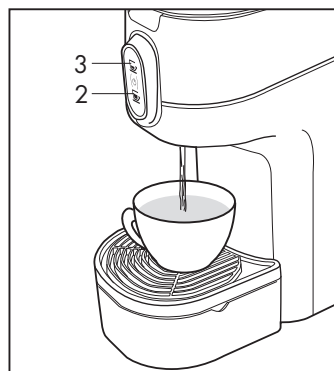

Fig.5
- Los símbolos (2-3) parpadearán hasta alcanzar la temperatura; cuando los símbolos (2-3) se iluminan de modo fijo, la máquina está lista para el uso. Coloque una taza en la rejilla, luego pulse los símbolos para dispensar (2-3) según el modelo, la máquina dispensa agua (**Fig. 5**); pulse nuevamente el símbolo cuando se alcance la cantidad de agua deseada. La operación de enjuague termina cuando se han dispensado al menos tres tazas de agua.